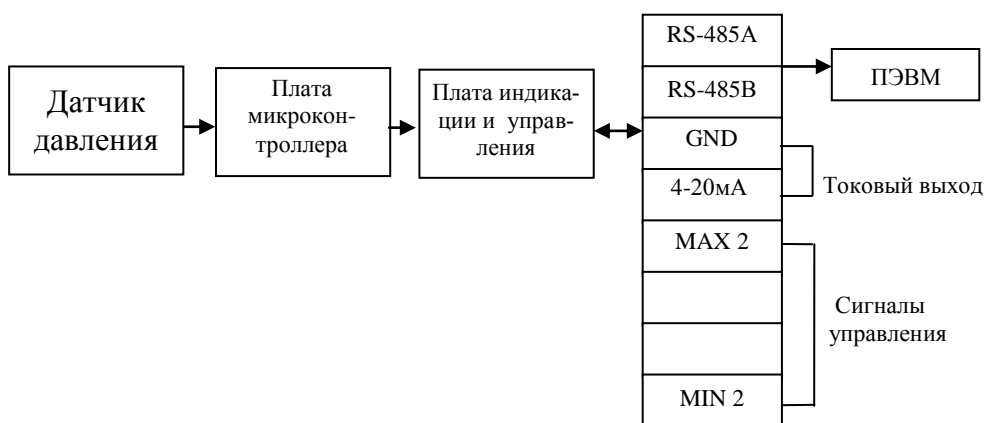

Рис.1. Структурная схема измерителя ПРОМА-ИДМ-4х-Т.
1.4.1 Структурная схема измерителя приведена на рис.1.